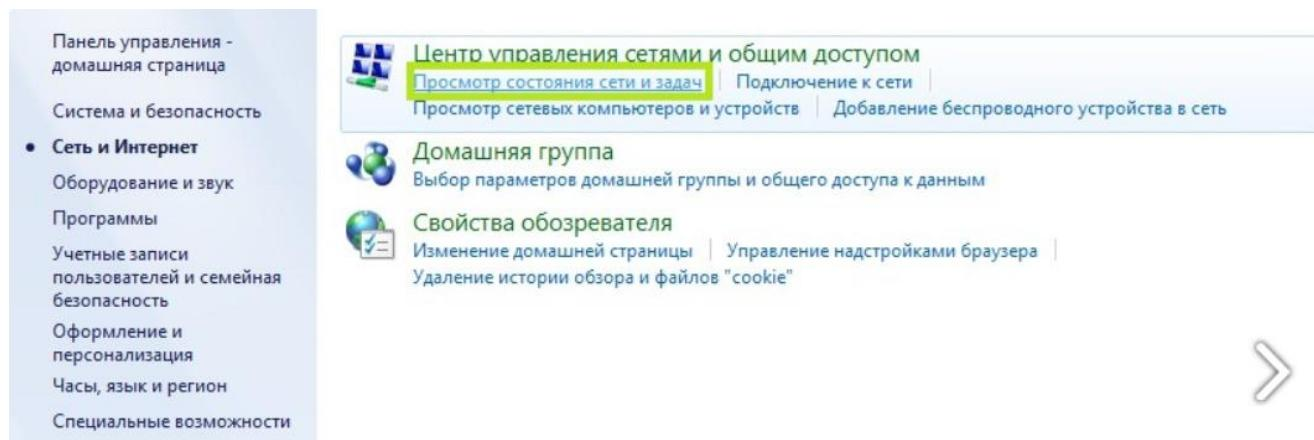

Рисунок 16 – Окно «просмотр состояния сети и задач»
**4.2 В появившемся окне выбрать пункт "Просмотр состояния сети и задач"** (рисунок 16).